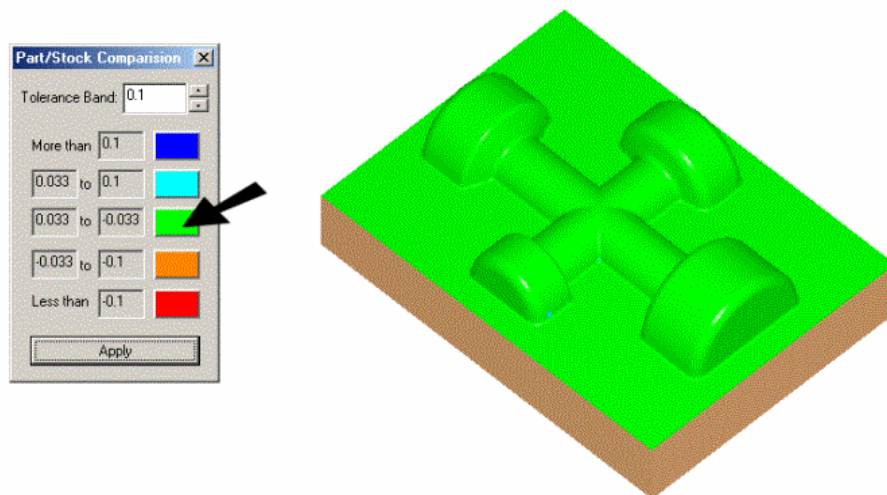

Figura 25. Rezultatele comparării semifabricatului prelucrat cu piesa
6. În fereastra **Part/Stock Comparison**, în caseta **Tolerance Band** se stabilește valoarea absolută a abaterilor admisibile, câmpul de toleranță prescris fiind considerat simetric. În interiorul acestui câmp de toleranță se stabilesc abateri limită, intervalelor de abateri astfel obținute atașându-li-se câte o culoare diferită (figura 25.a). Executând click pe butonul **Apply**, diferitele zone prelucrate prin frezare se vor colora corespunzător intervalelor de abateri prescrise, în care se încadrează valorile efective ale abaterilor. În exemplul ilustrat de figura 25.b, întreaga suprafață frezată se încadrează în domeniul zero (0,033, -0,033), fiind colorată în concordanță cu acest lucru.